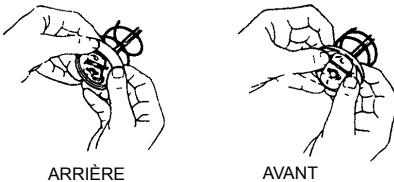

Figure 2
1. Vérifier visuellement la direction du piston avant de charger la nouvelle cartouche. La lèvres d'étanchéité du piston doit être directement vers la poignée du piston ou l'arrière pour charger la cartouche, figure 2. 2. Pour changer la direction du piston, dévisser le capuchon du tube, du tube de graisse et tirer sur la poignée pour enlever le piston du tube. Basculer le joint d'étanchéité et remonter.